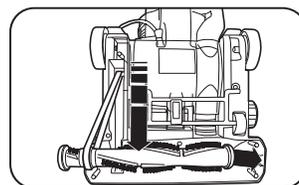

Fig. 5
4. Tirez la brosse vers l'avant (contre la traction de la courroie) et réinsérez les embouts dans le balai (Fig. 5) en vous assurant d'aligner l'embout en face de la courroie afin que les bords plats glissent correctement.